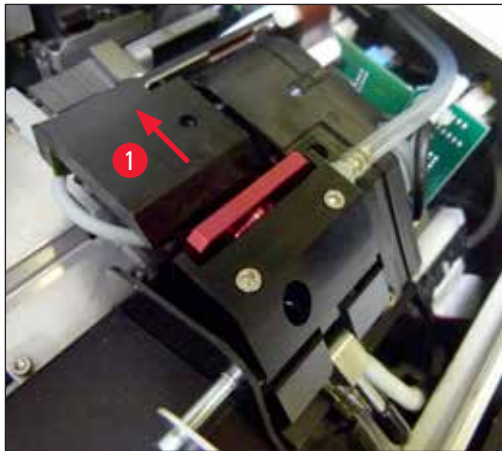

Fig. 51
2. O cabeçote de impressão (→ "Fig. 51-1") se move para cima até uma posição de aprox. 1 cm de distância do lábio de vedação (→ "Fig. 51").